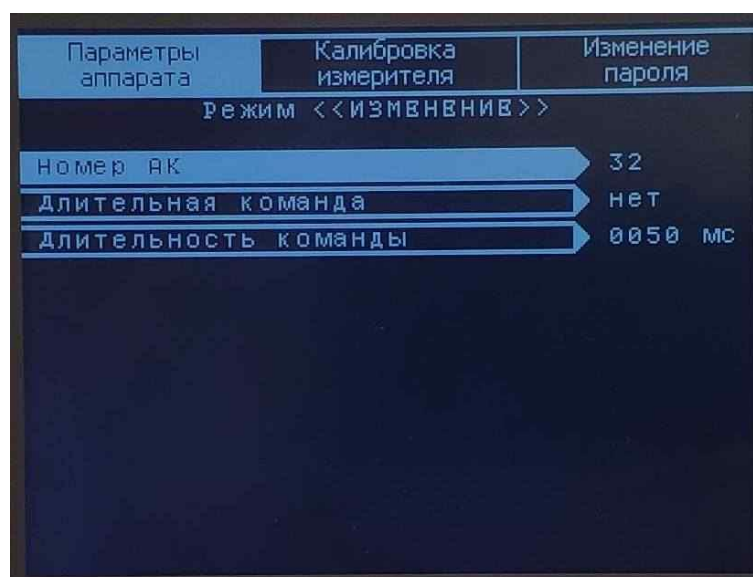

Рисунок 8 – Підрозділ «Конфігурація команд»
2.1.1. «Конфігурація команд» - підрозділ призначений для задання тривалості аварійних команд, що передаються (див. рисунок 8).